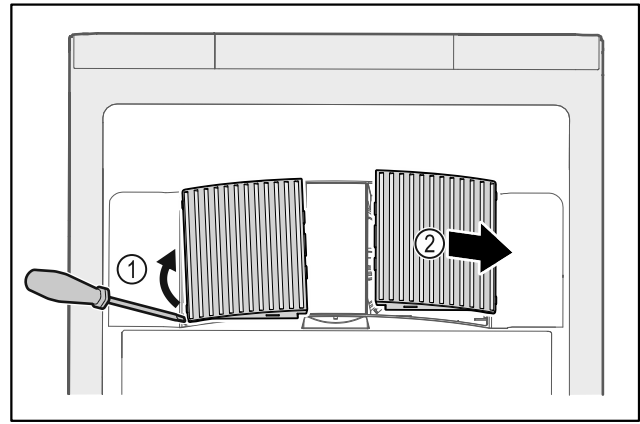

Fig. 144
- ▶ Ventilatorabdeckungen vorsichtig von der Seite heraushebeln Fig. 144 (1) und nach vorne abnehmen Fig. 144 (2).